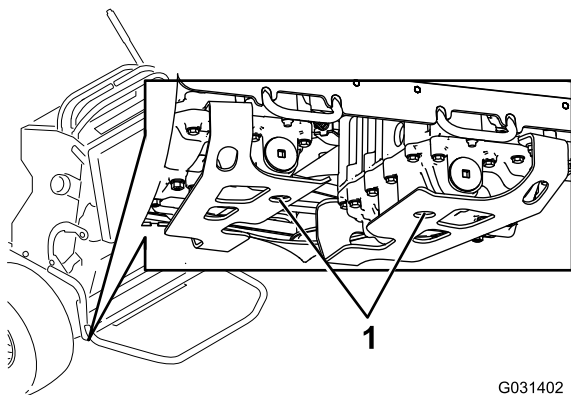

Figura 67
3. Localice los tapones de vaciado en la parte inferior de la transmisión, y coloque un recipiente de vaciado debajo del tapón (Figura 67).